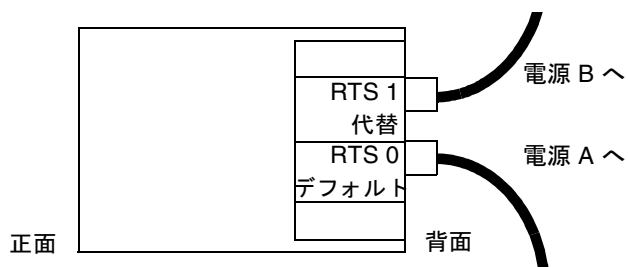

図 3-10 1つのRTUアセンブリおよび2つの独立したAC電源での構成
- 1つのRTUアセンブリおよび2つの独立したAC電源を使用する構成では、システムの背面に2本のケーブルを接続します(図3-10)。